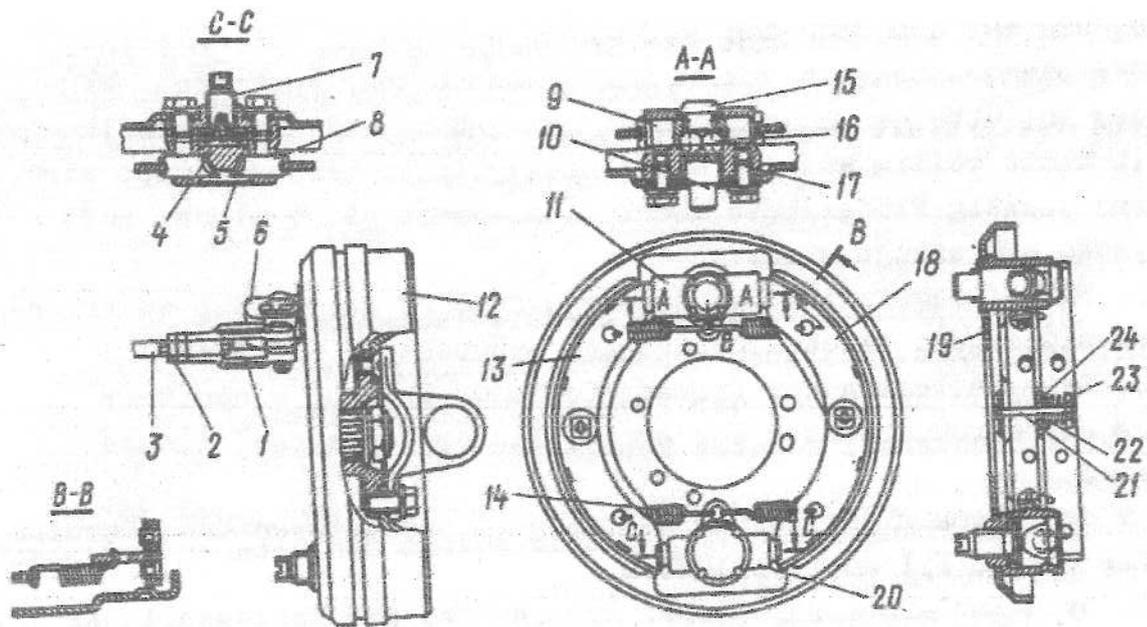

Bild 62. Feststellbremse:
Zur Einstellung des Spiels zwischen den Bremsbacken und der Bremstrommel Einstellschraube 7 (Bild 62) auf der Deckplatte der Bremse bis zum Anschlag festziehen und darauf um 4...6 Zähne der Zahnscheibe ( $1/3$ ... $1/2$  Umdrehung) zurückdrehen, bis die Trommel sich dreht, ohne an den Backen zu schleifen.
- Kontermutter 2 (Bild 62) der Einstellgabel 1 losdrehen, Bolzen, der die Gabel 1 mit dem Betätigungshebel 6 verbindet, entsplinten und herausnehmen;